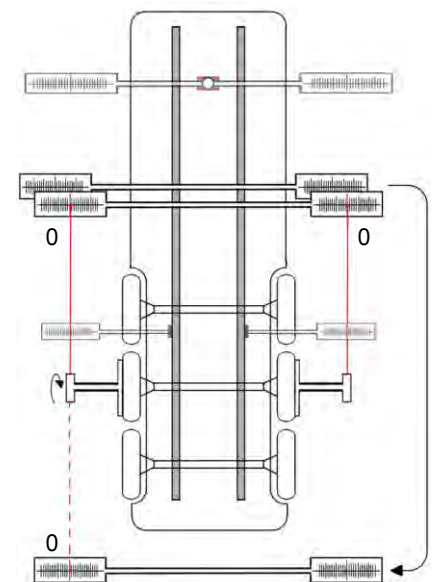

Abb. 8
- Eine Skala nun auf die andere Makierung der zu vermessenden Achse anlegen (Abb. 8)